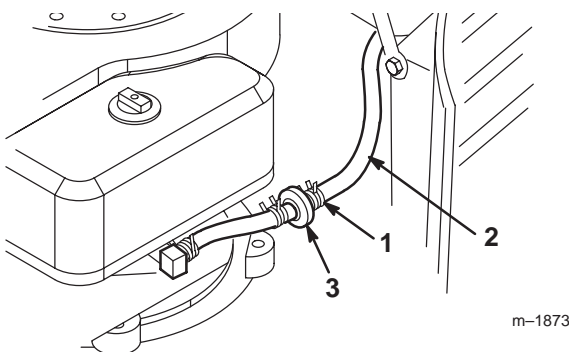

Figure 26
7. Pincez les extrémités du collier de fixation et poussez le collier en haut de la conduite d'alimentation, en direction du réservoir de carburant (Fig. 26).
8. Débranchez la conduite d'alimentation du filtre (Fig. 26) et laissez l'essence s'écouler dans un bidon ou un bac de vidange.
Remplacez le filtre à carburant toutes les 100 heures de fonctionnement ou une fois par an, le premier des deux prévalant. Le meilleur moment pour remplacer le filtre à carburant (Fig. 26) est lorsque le réservoir à carburant est vide. Ne remontez jamais un filtre sale après l'avoir enlevé de la conduite d'alimentation.
6. Pincez les extrémités des colliers et faites glisser ceux-ci pour les éloigner du filtre (Fig. 26).